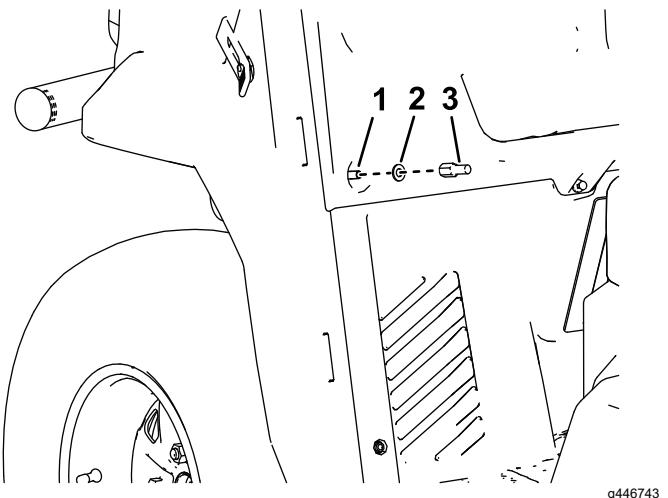

Bild 11
- Montieren Sie den Türöffner und eine Unterlegscheibe (5/16") an der Schlagschraube (Bild 11).